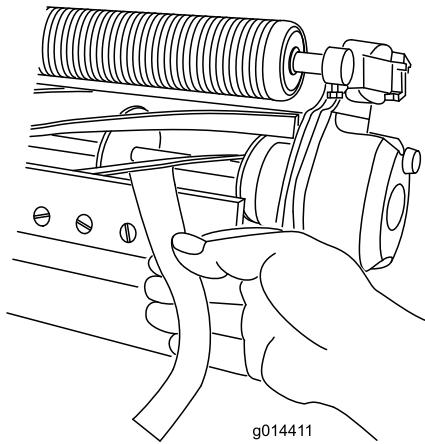

Figura 5
11. Teste o desempenho de corte inserindo uma fita comprida de papel de desempenho de corte entre o cilindro e a lâmina de corte, perpendicular ao cilindro e à lâmina (Figura 5). Lentamente, rode o cilindro para a frente para cortar o papel.